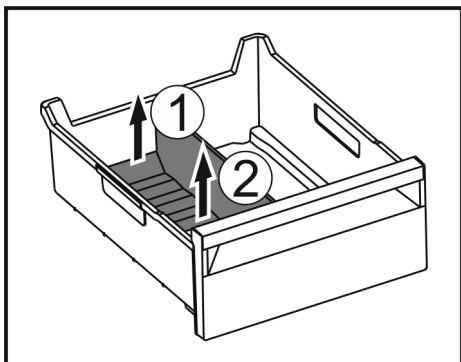

Fig. 153
- Приподнимите заднюю часть разделителя отделения для льда. Fig. 153 (1)
- Извлеките разделитель отделения для льда движением вверх. Fig. 153 (2)